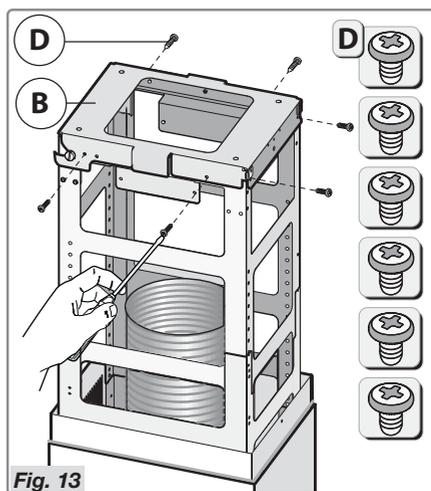

Fig. 13
- **Nota bene** Fissare la cappa direttamente sul supporto **B** con le 6 viti **D** (Fig. 13).